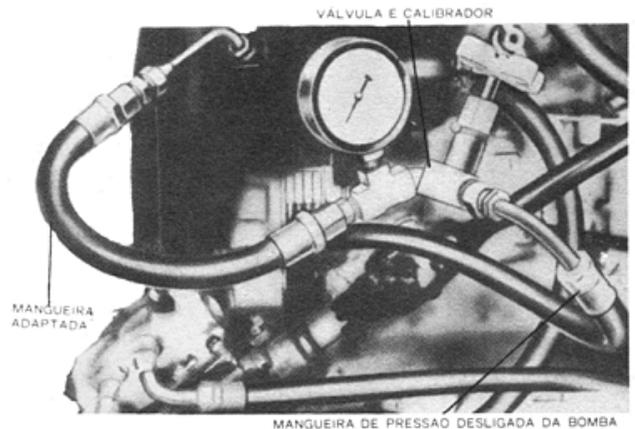

Fig. 2 — Teste de pressão
- Desligar a mangueira de pressão da caixa de direção e ligá-la ao "T" do manômetro (Ferramenta C-3309B). Ligar uma segunda mangueira de pressão entre a válvula do manômetro e a caixa. A válvula deverá estar instalada na saída do manômetro (fig. 2)